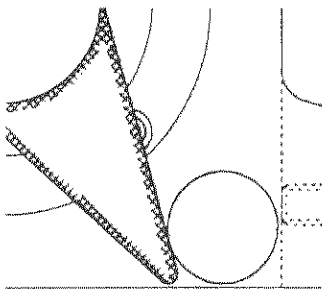
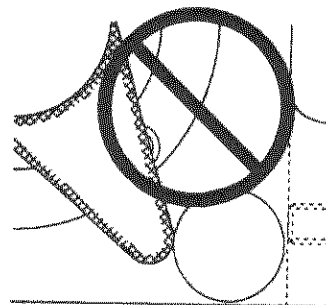

Fig. 1
Fig. 2
●本機の反力受けの負荷能力 (最大トルク) は $T_{max}=1200N \cdot m$ です。最大トルク以上での締付け・緩め作業をしないで下さい。また、本機反力受けと、締付け・緩め機側反力受けは、Fig. 1の使用例のように行って下さい。Fig. 2のように使用方法が悪いと反力受けが破損する恐れがあります。
■ The shaded and framed portion indicates the reaction arm of the Nutrunner. Proper application is shown in Fig. 1. The reaction force arm should be in contact with the reaction force receiver at the flat part, not at the round part of the top end as shown in Fig. 2.